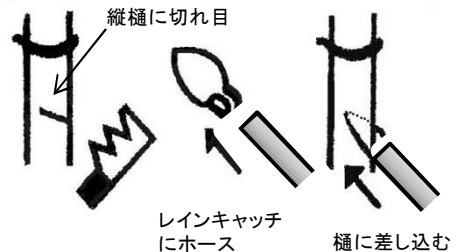

図2
③ 雨を集める縦樋に、ノコギリで斜めに切り口を入れレインキャッチにホースをつけて差し込む。(図2)